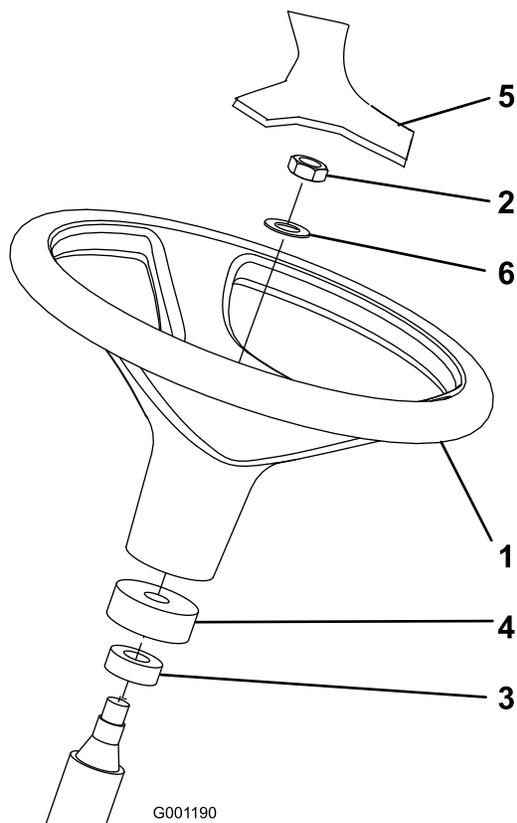

Figura 3
2. Retire a porca de retenção e a anilha do eixo da direcção. Certifique-se de que o anel de esponja e a cobertura de resguardo estão montados na coluna de direcção (Figura 3).
3. Encaixe o volante e a anilha na coluna de direcção (Figura 3).
5. Monte a tampa no volante (Figura 3).